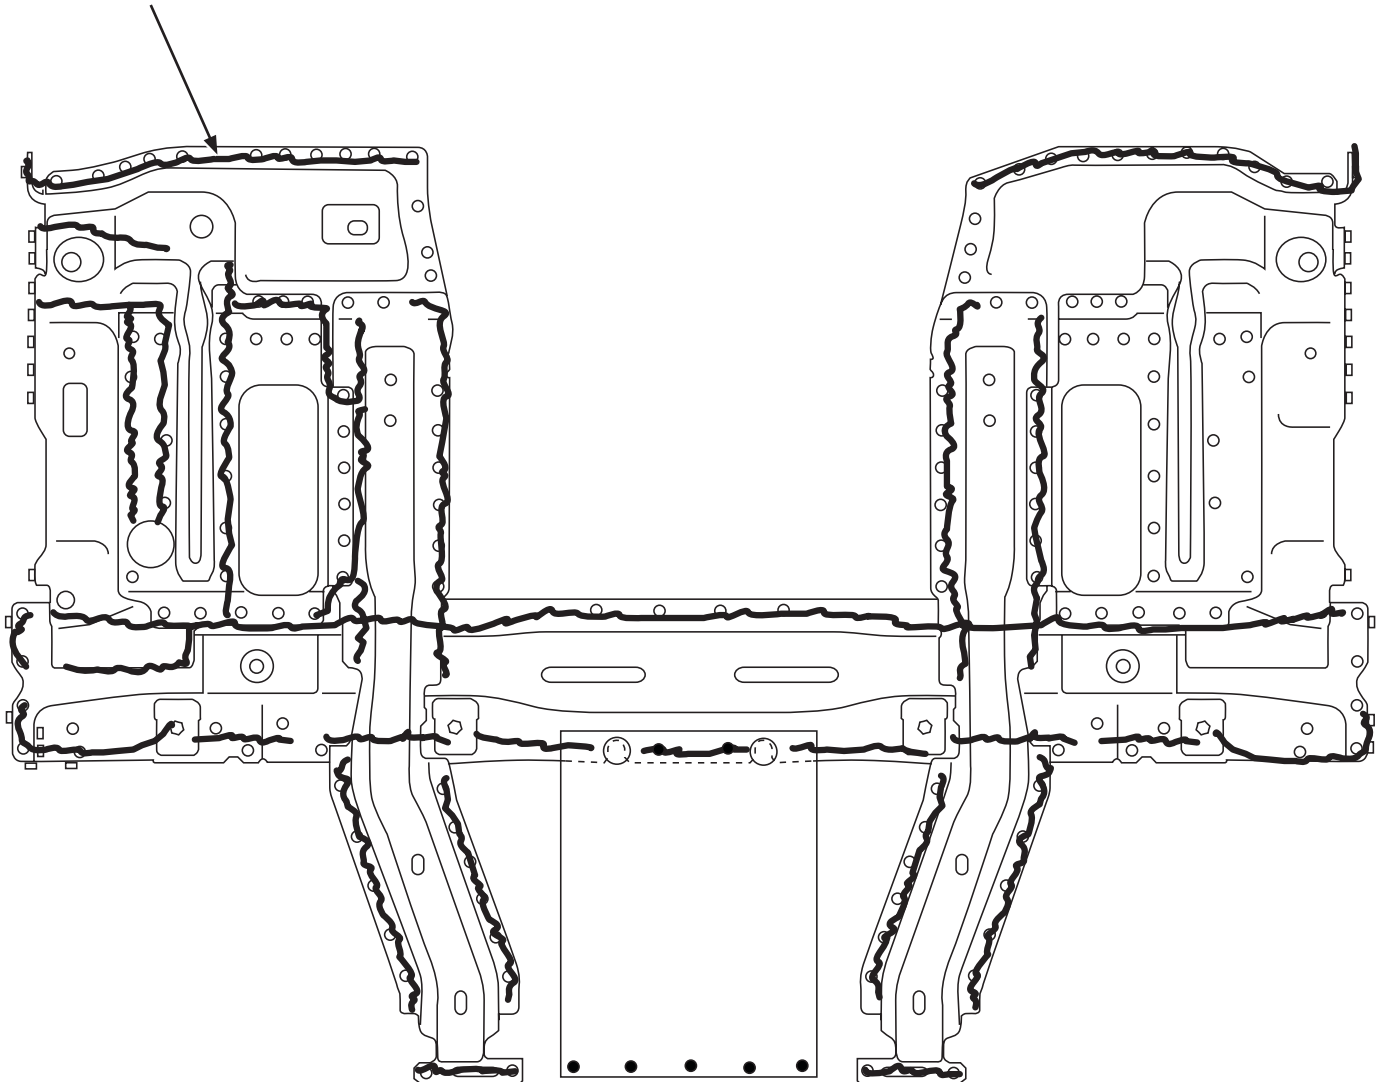

FIGURA 2
• (Consulte la Figura 2) para ver la ubicación del material adherente.
ATENCIÓN: La ubicación de los remaches autoperforantes y el adherente de fijación que se muestra más abajo está basada en los planos de fabricación originales y solo deberá usarse a modo de guía orientativa. (Consulte la Figura 2).